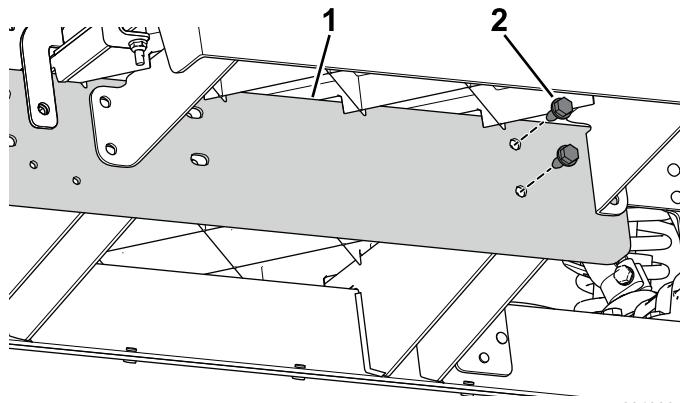

图23
3. 使用 2 个螺栓  $5/16 \times 3/4$  英寸将延长轨道松松地安装到机器前部的中央通道上 图23。